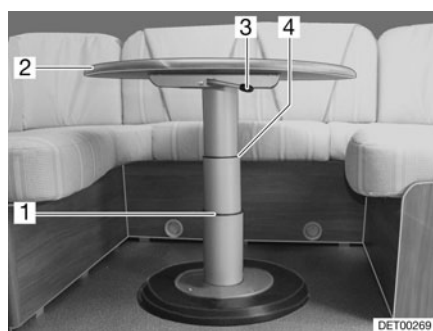

Fig. 54 Table à hauteur réglable de la dînette en U
- Faire basculer le levier de verrouillage (Fig. 54,3) vers la gauche. Le verrouillage est ouvert.
- Appuyer le plateau de table (Fig. 54,2) au milieu vers le bas jusqu'à la butée désirée (Fig. 54,1 ou 4) et le maintenir appuyé.
- Faire basculer le levier de verrouillage (Fig. 54,3) vers la gauche. La table à hauteur réglable est verrouillée.